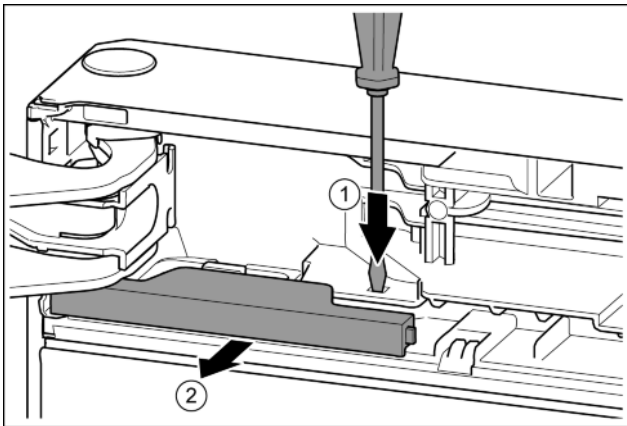

Fig. 9
- ▶ С плоската отвертка натиснете езичето. *Fig. 9 (1)*
- ▶ Извадете капака от фиксатора. *Fig. 9 (2)*